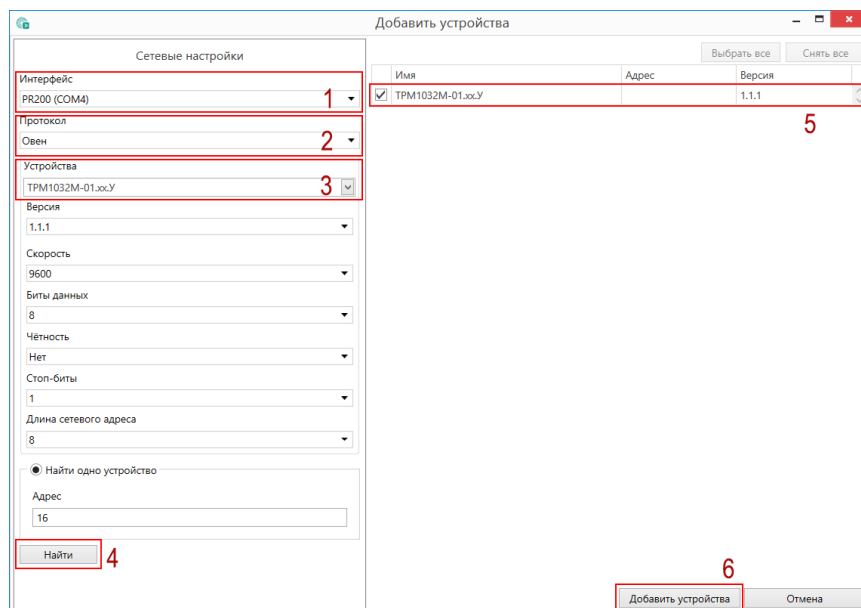

Рисунок 6.2 – Настройки связи с устройством
6. Выбрать интерфейс для подключения (см. рисунок 6.2, 1). Номер COM порта, присвоенный прибору, можно узнать в Диспетчере устройств Windows.
7. Выбрать устройство (см. рисунок 6.2, 3). Модификация прибора указана на боковой стороне прибора.
8. Выбрать **Найти одно устройство**, если добавляется один прибор. Запустить поиск нажатием на кнопку **Найти** (см. рисунок 6.2, 4).
9. Выделить найденное устройство (см. рисунок 6.2, 5).
10. Добавить устройство в проект Конфигуратора по нажатию кнопки **Добавить устройства** (см. рисунок 6.2, 6).
Допускается обновление одного или нескольких устройств. Следует выделить нужные устройства из списка (см. рисунок 6.2, 5) и выбрать **Обновить устройство** в контекстном меню или главном меню.